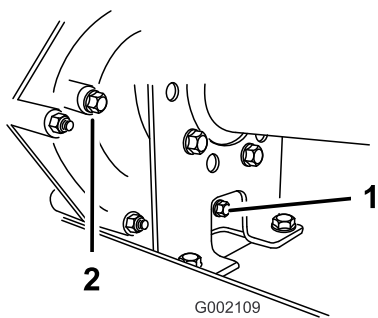
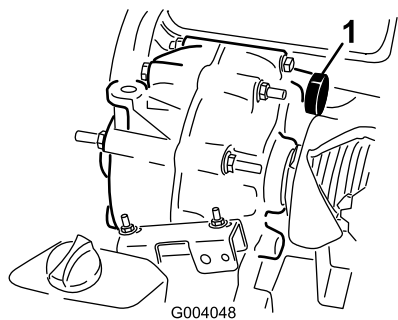

Figura 42
Figura 43
2. Retire o tampão de escoamento do lado direito do reservatório (Figura 42) e deixe o fluido escorrer para um recipiente adequado. Monte e aperte o tampão quando o fluido parar de escorrer.
3. Encha o reservatório (Figura 43) com cerca de 1,4 litros de óleo de motor SAE 10W30 ou até que o nível de óleo atinja o fundo do orifício indicador (Figura 42).